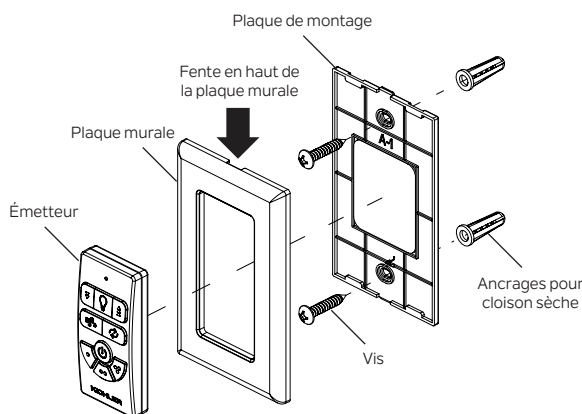

Fig. 8
Étape 1. Retirez la plaque murale de la plaque de montage (insérez un petit tournevis à tête plate dans la fente située en haut de la plaque murale, puis retirez délicatement la plaque murale de la plaque de montage). (Fig. 8)
Étape 6. Enclenchez la plaque murale au bon endroit sur la plaque de montage. (Fig. 8)
Étape 7. Insérez l'émetteur au centre de la plaque murale et il se fixera magnétiquement à la plaque de montage. (Fig. 8)